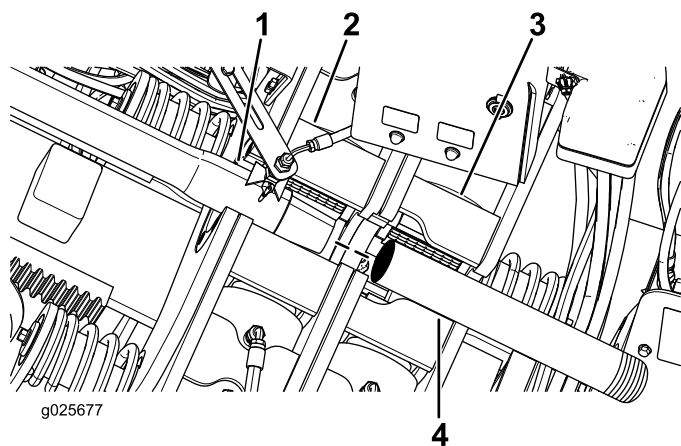

Figure 52
2. Insérez la barre avant dans la clé inférieure (fixe), comme montré à la Figure 52.